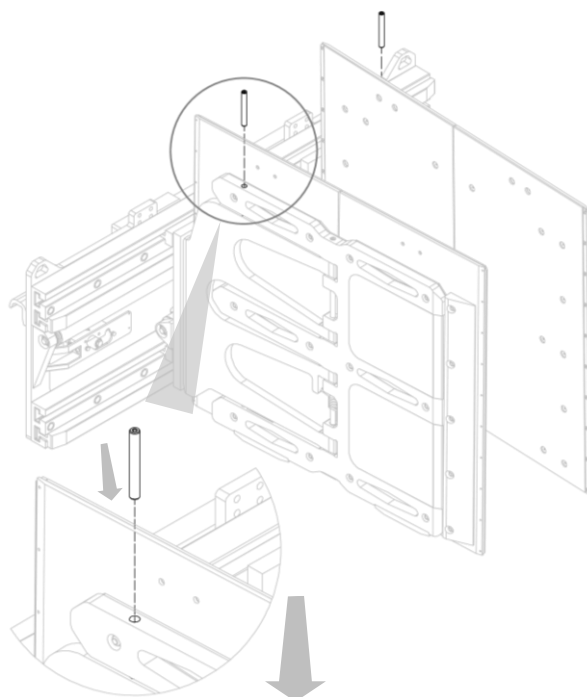

Figura 37
2. Inserire, uno per volta, i perni superiori di fermo oscillazione negli appositi fori della ganascia (vedi *Figura 37*).
N.B. Il perno va in battuta nella forcella, quindi è necessario che al momento dell'inserimento dei perni i fori di forcella e ganascia combacino, e perciò che l'oscillazione della ganascia sulla forcella sia di 0° (vedi *Figura 37* e *Figura 38*).